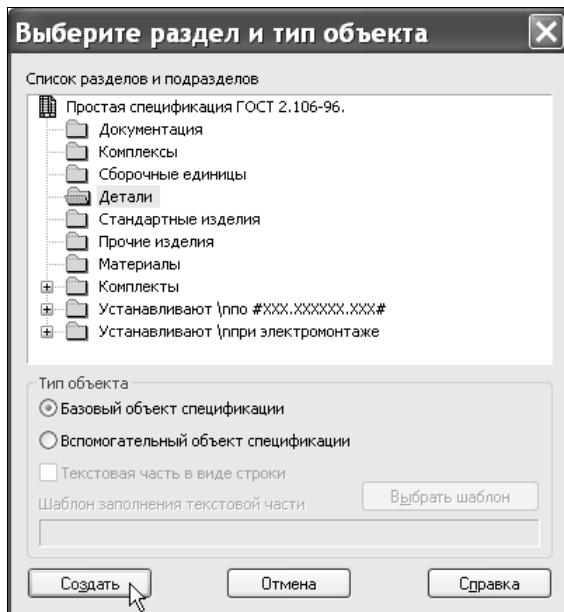

Рис. 9.79. Диалоговое окно Выберите раздел и тип объекта
3. На экране появится диалоговое окно **Выберите раздел и тип объекта** (рис. 9.79). Выделите раздел, который вам нужно вставить в спецификацию, например **Детали**, и нажмите кнопку **Создать**.